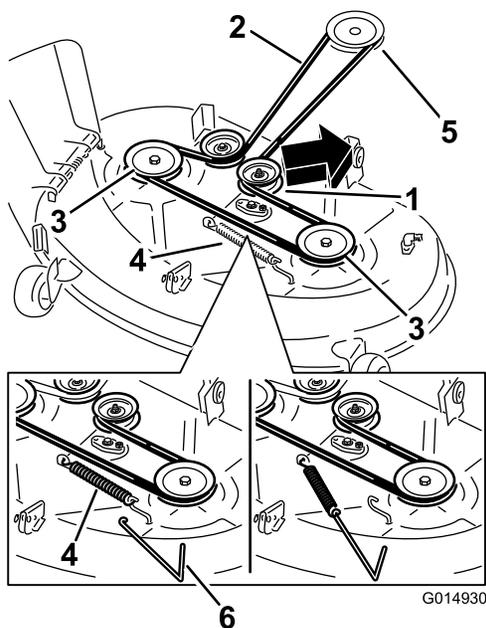

Figura 60
5. Usando una herramienta para la retirada de muelles (Pieza Toro N.º 92-5771), retire el muelle tensor del gancho de la carcasa para eliminar la tensión de la polea tensora, y retire la correa de las poleas (Figura 60).
6. Pase la correa nueva alrededor de las poleas del motor y del cortacésped (Figura 60).
7. Usando una herramienta para la retirada de muelles, instale el muelle tensor sobre el gancho de la carcasa y tense la polea tensora y la correa del cortacésped (Figura 60).